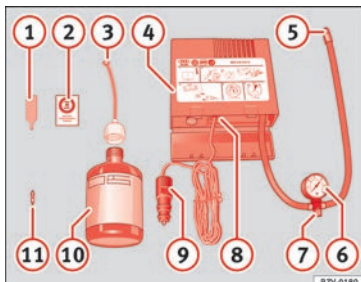

Fig. 162 Rappresentazione standard: contenuto del kit per la riparazione degli pneumatici.
Il kit per la riparazione degli pneumatici si trova nel sottofondo del bagagliaio. Include i seguenti componenti » **fig. 162**:
- Svitare l'inserto valvola dello pneumatico con l'attrezzo corrispondente » **fig. 162** ① e posarlo su una superficie pulita.
- Agitare energicamente la bomboletta del sigillante per pneumatici » **fig. 162** ⑩ per alcuni secondi.
- Avvitare il tubo di riempimento » **fig. 162** ③ alla bomboletta di sigillante ruotandolo in senso orario. La piombatura della bomboletta si rompe automaticamente.
- Rimuovere il tappo del tubo di riempimento » **fig. 162** ③ e avvitare l'estremità aperta dal tubo alla valvola dello pneumatico.
- Avvitare di nuovo l'inserto valvola con l'attrezzo corrispondente » **fig. 162** ① nella valvola dello pneumatico.
- Avvitare il tubo di gonfiaggio » **fig. 162** ⑤ del compressore alla valvola dello pneumatico.
- Accertarsi che la vite di sfiato dell'aria » **fig. 162** ⑦ sia chiusa.
- Collegare il connettore » **fig. 162** ⑨ a una presa di corrente a 12 V del veicolo » pagina 106.
• Collegare il compressore dell'aria all'interruttore ON/OFF » **fig. 162 ⑧**.
• Tenere acceso il compressore fino a che non sia stata raggiunta una pressione compresa fra 2,0 e 2,5 bar (29-36 psi / 200-250 kPa) » **⚠. Tempo massimo di funzionamento 8 minuti » ①**.
Riavvitare il tubo di gonfiaggio » **fig. 162 ⑤**